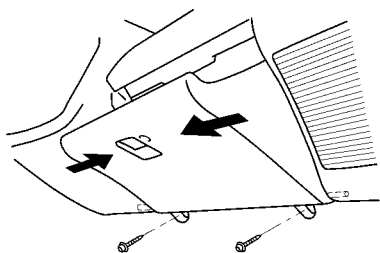

图 17-114 拆下两个螺钉和杂物箱门
(9) 拆下杂物箱门。拆下两个螺钉和杂物箱门，如图 17-114 所示。